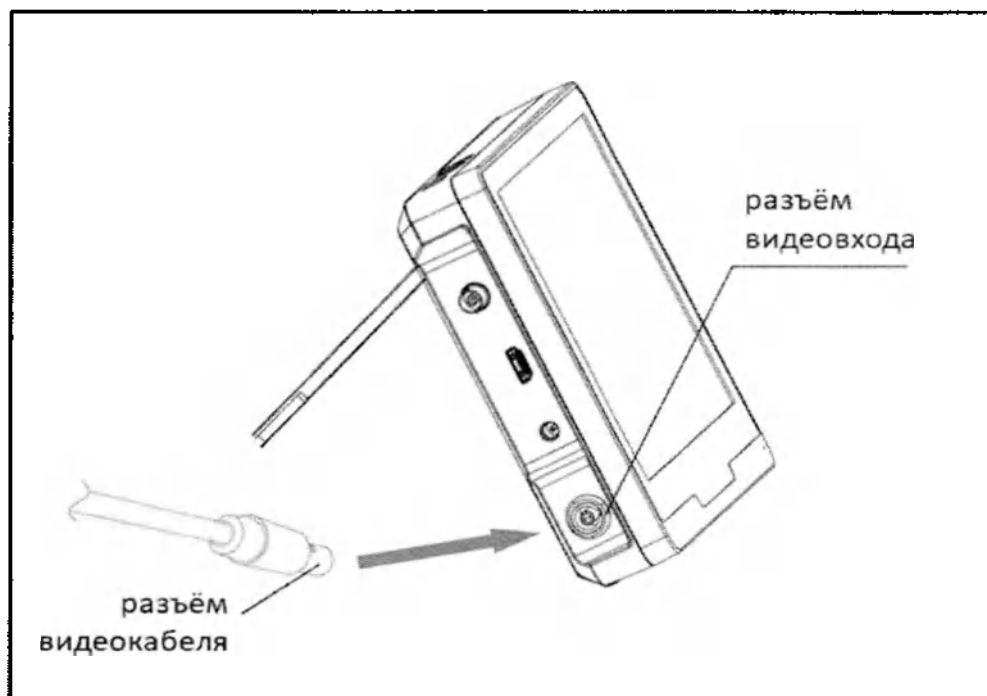

Рисунок 3.2
3. Как показано на рис. 3.2, подключите разъем соединительного видеокабеля к разъему видеовхода видеопроцессора. Перед вставкой выступающую часть разъема необходимо совместить с утопленной частью разъема видеовхода процессора, а затем вставить его до щелчка.